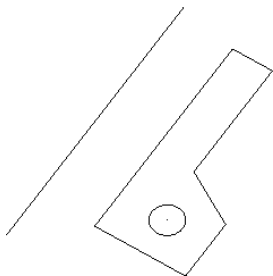
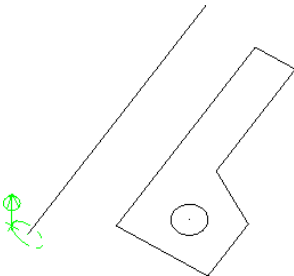
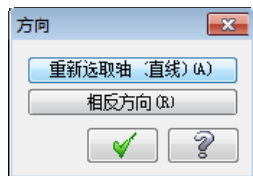

图 7-11 创建旋转实体实例
图 7-12 旋转箭头
图 7-13 “方向”对话框
- ① 在“文件”工具栏中单击“打开文件”按钮，打开如图 7-11 所示的图形。
- ② 在主菜单中选择“实体管理器”|“旋转”命令，或直接单击“实体管理器”工具栏中“旋转”按钮.
- ③ 根据系统提示，选择多边形和圆作为旋转对象，并单击“串连选项”对话框中的“确定”按钮.
- ④ 根据系统提示，选择直线作为旋转轴，系统将在选取的直线上显示一个旋转箭头，如图 7-12 所示；同时也弹出如图 7-13 所示的“方向”对话框，单击对话框中的“确定”按钮.